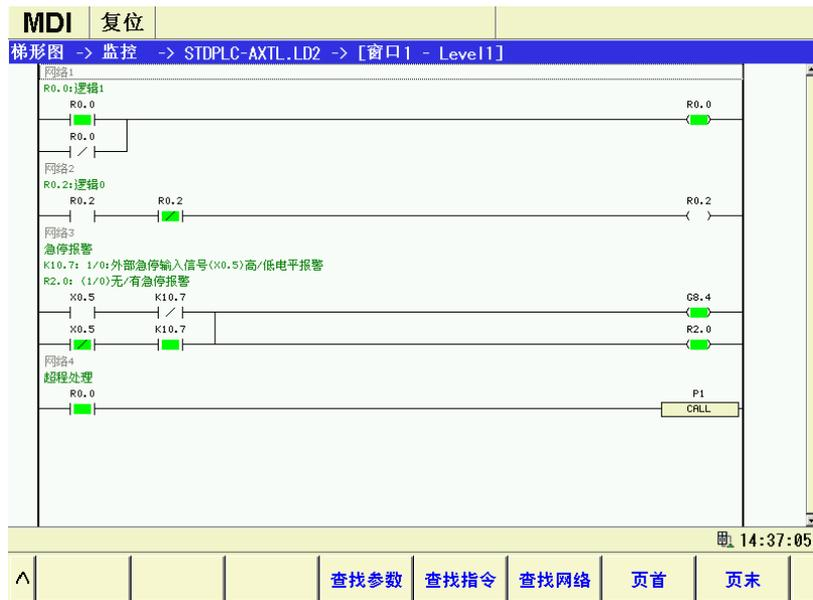

图 5-6
① 选择需要查找指令、参数、网络等的子程序块窗口，让其对应的程序块梯形图在窗口中显示，然后进行指令、参数、网络等的查找。
② 按 软键进入查找页面，如图 5-6 所示：